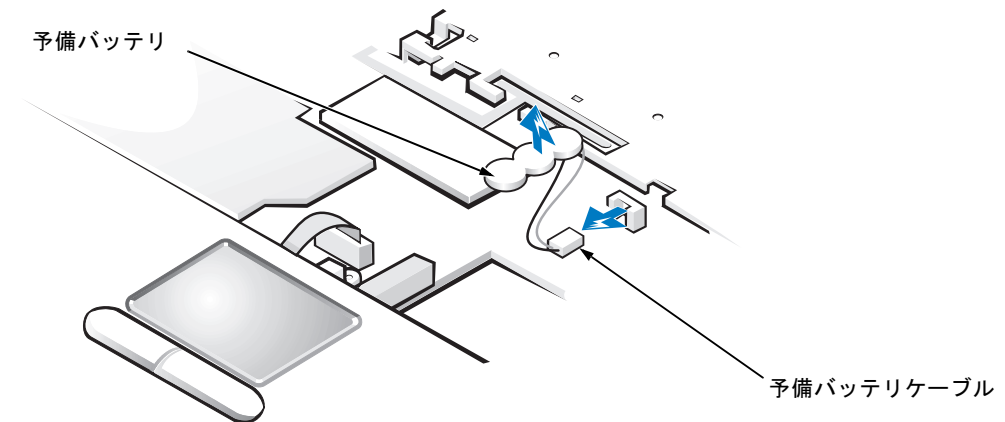

図 18 予備バッテリーの取り外し
3. システム基板の発泡樹脂性のパッドから予備バッテリーを取り出します (図 18 参照)。